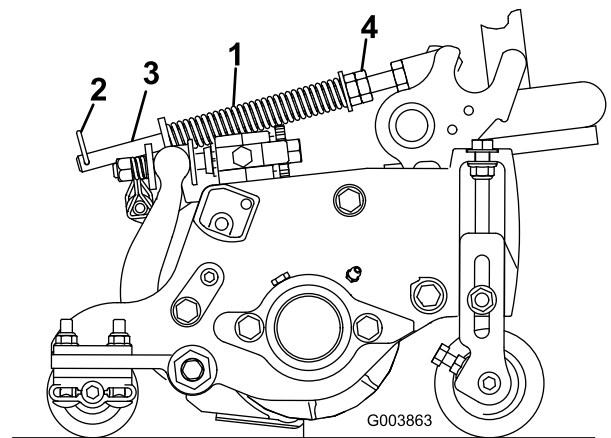

Figure 12
2. Serrez les écrous hex. sur l'extrémité avant de la tige de ressort jusqu'à ce que la longueur du ressort comprimé soit égale à 12,7 cm sur le Reelmaster 5210 & 5410 à plateaux de coupe de 5 pouces ou à 15,9 cm sur le Reelmaster 5510 & 5610 à plateaux de coupe de 7 pouces (Figure 12).
Le ressort de compensation (Figure 12) transfère aussi le poids du rouleau avant au rouleau arrière. (Cela évite la formation d'ondulations à la surface de la pelouse.)
1. Vérifiez que la goupille fendue est insérée dans le trou de la tige de ressort (Figure 12).